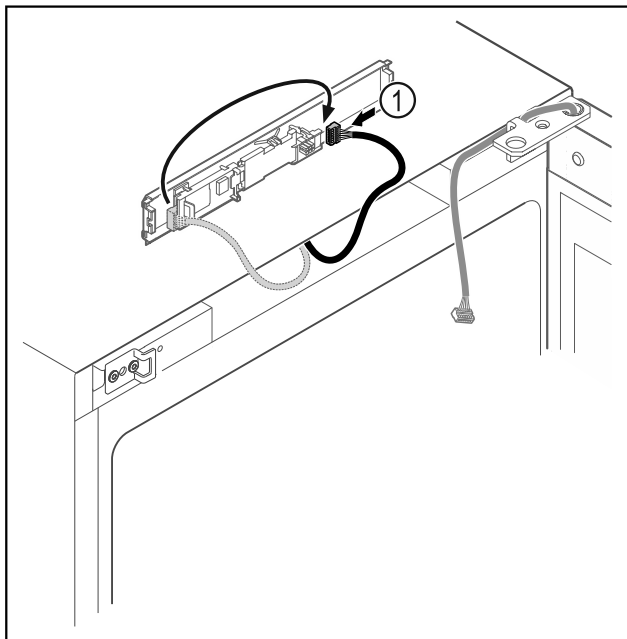

Fig. 20
- Přepojte zástrčku Fig. 20 (1) na desce.